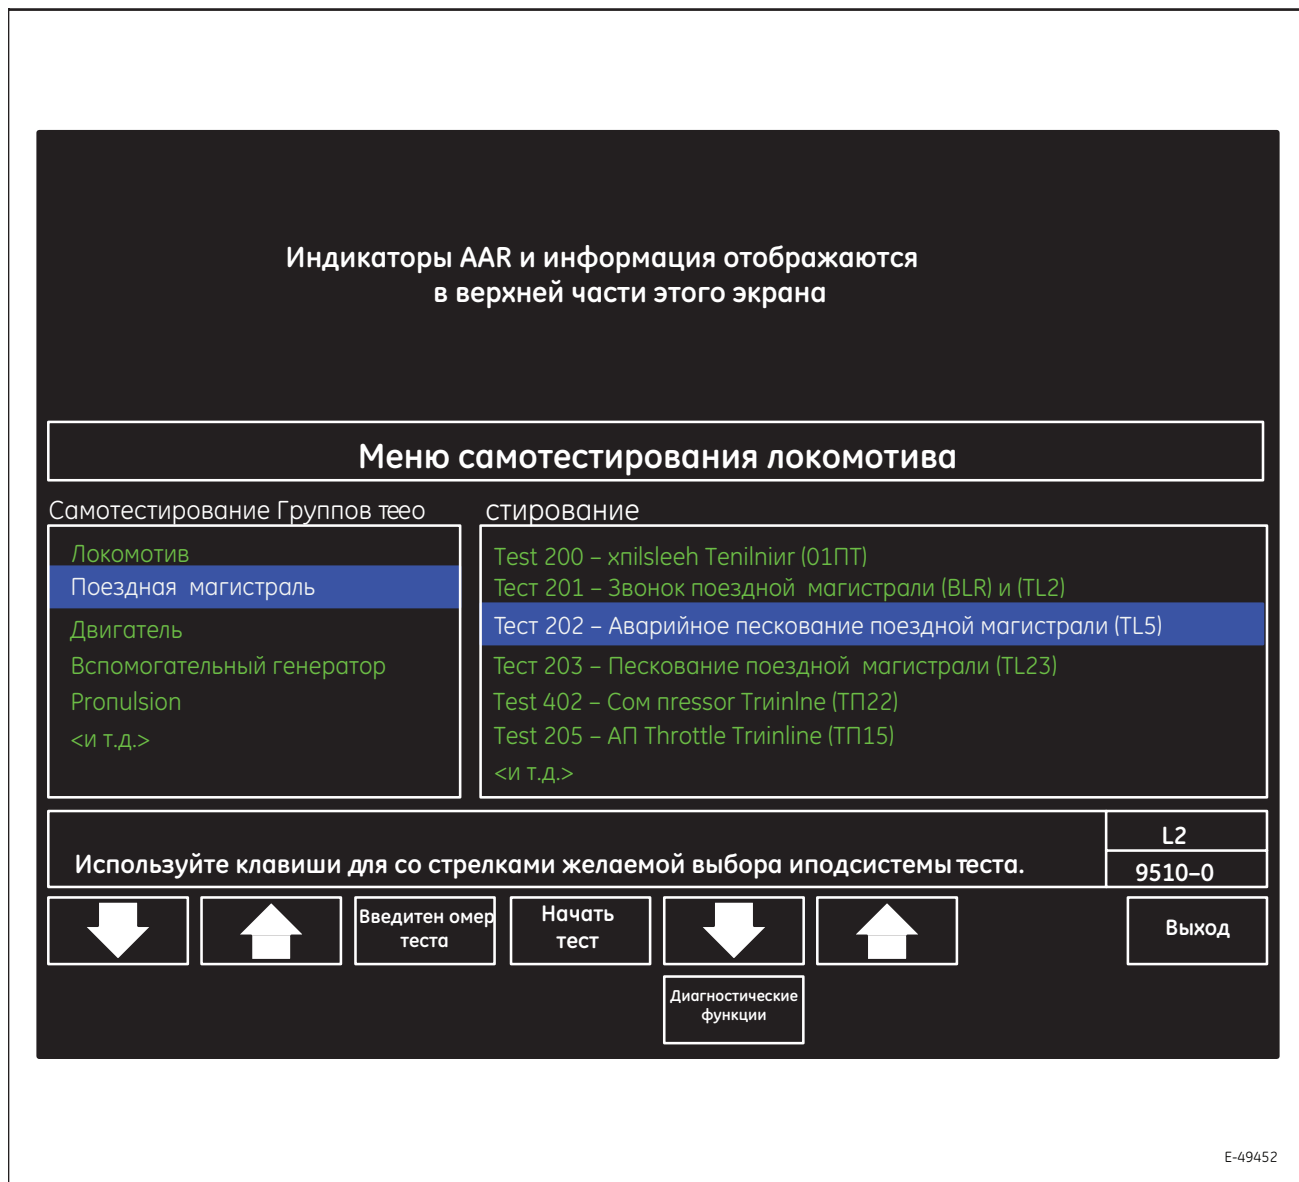

Рисунок 75. Типовой экран выполнения самопроверки (9512-0)
- Сенсорная клавиша F7 (**Begin Test**) (Начать проверку) — начинает выполнение выбранной самопроверки, перейдя к экрану выполнения самопроверки (9512-0, Рисунок 75).
Экран выполнения самопроверки (9512-0, Рисунок 75) предоставляет для осуществляющего техническое обслуживание персонала интерфейс во время проведения той или иной самопроверки. Для всех самопроверок, которые можно выбрать, используется один и тот же экран.
- 4. Сенсорная клавиша F4 (**Begin Test**) (Начать проверку) – при нажатии этой клавиши начинается выполнение выбранной самопроверки и отображается экран выполнения самопроверки (9512-0, Рисунок 75).